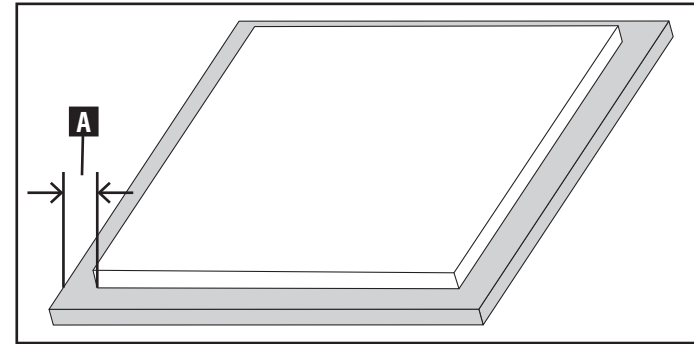
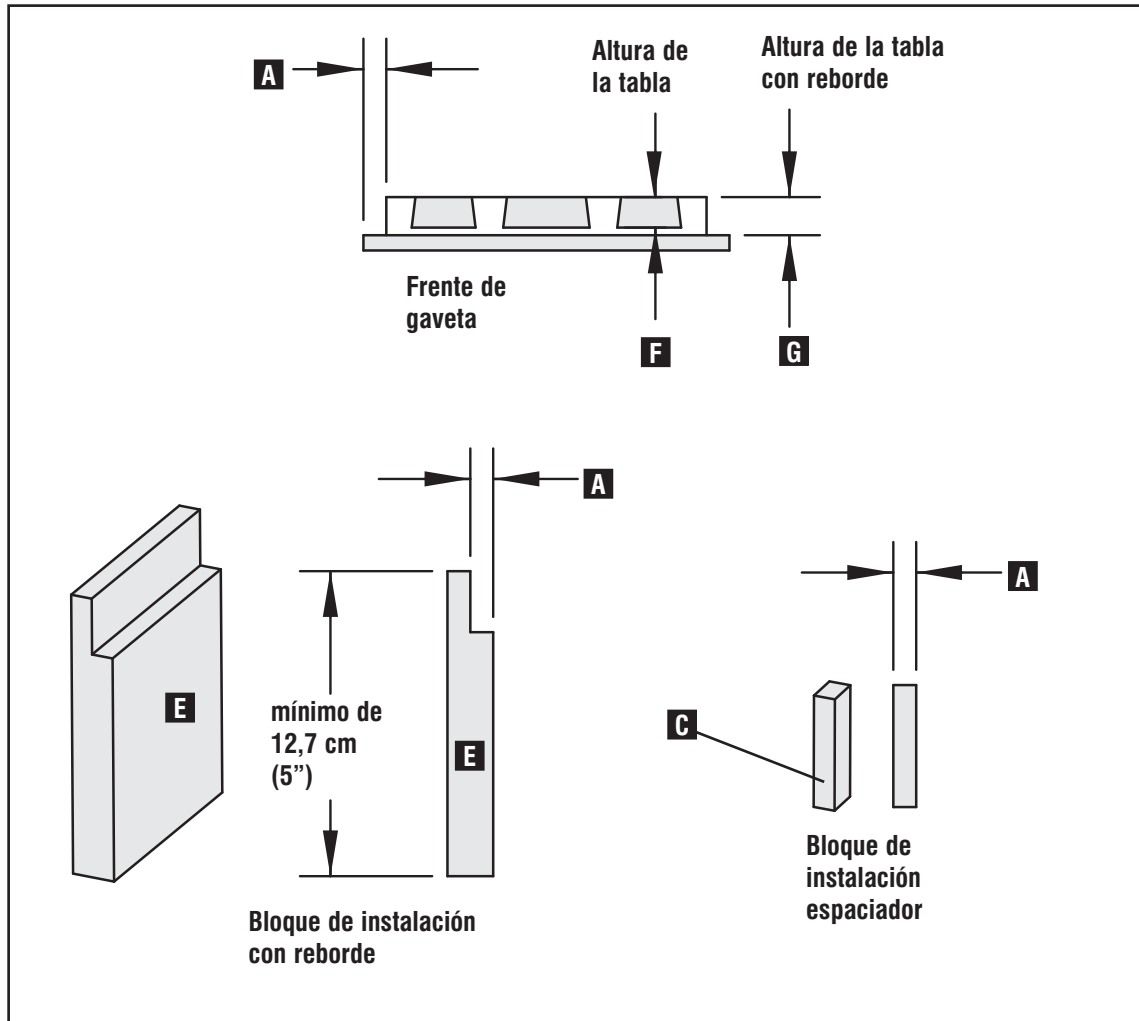

Fig. G2
Fig. G3
NOTA: Las instrucciones en este capítulo suponen que el ancho de su reborde (A) Fig. G2 es el mismo en los cuatro lados.
- Un **bloque de instalación con reborde** (E) Fig. G3, donde (A) Fig. G3 es igual al ancho de su reborde (A) Fig. G2.
- Un **bloque de instalación espaciador** (C) Fig. G3 que tiene el mismo ancho que (A), su reborde.